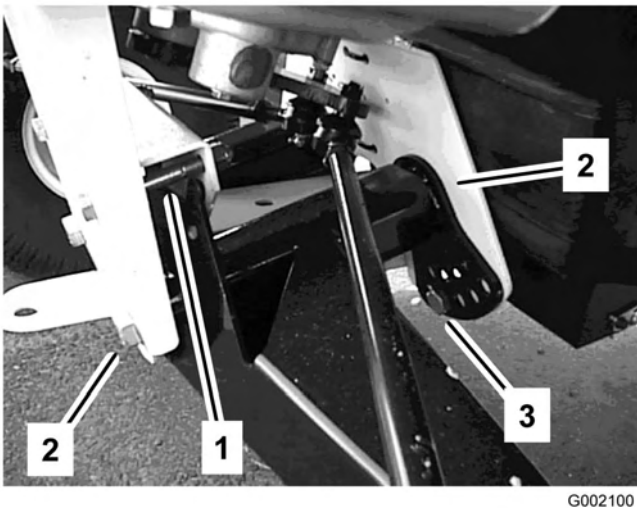

Bild 42
2. Entfernen Sie die Anschlagsschraube (Bild 42).
3. Lockern Sie die Zentrierschrauben im vorderen A-Arm (Bild 42).
4. Entfernen Sie die Fahrhöhe-Einstellschraube (Bild 42).
5. Drehen Sie den vorderen A-Arm in die gewünschte Stellung (siehe die nachstehenden Hinweise) und schrauben die Fahrhöhe-Einstellschraube wieder ein (Bild 42).
7. Ersetzen Sie die Anschlagsschraube (Bild 42).